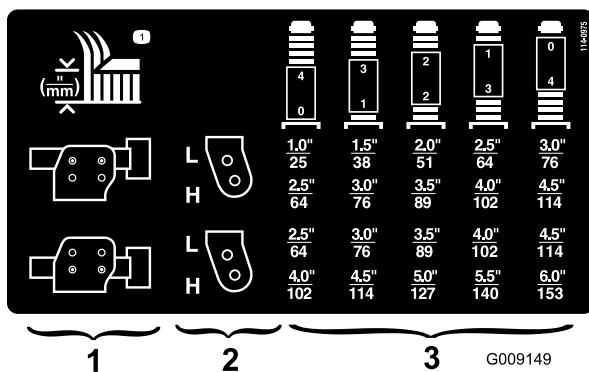

Bild 22
2. Stecken Sie die Laufradachsen in allen Gabeln in die gleichen Löcher. Die richtigen Löcher für die jeweilige Einstellung finden Sie in der Tabelle (Bild 22).
Sie finden Die richtige Kombination der Distanzstücke für die jeweilige Einstellung in der Tabelle (Bild 22):